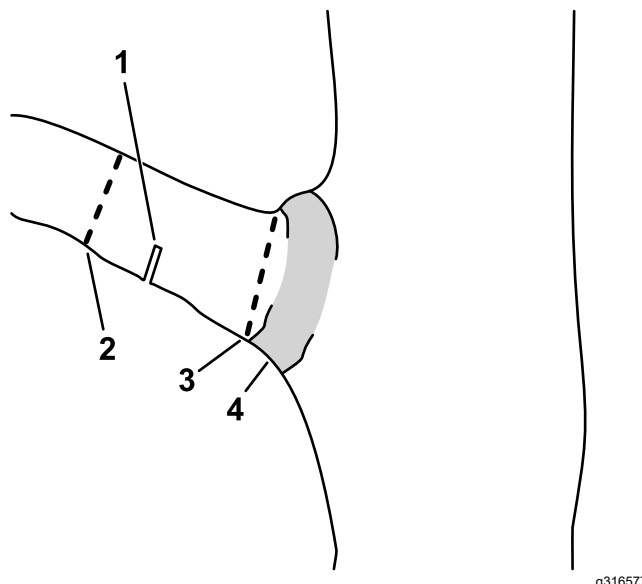

Figura 14
- C. Corte el muñón de la rama en el cuello de la rama (Figura 14).